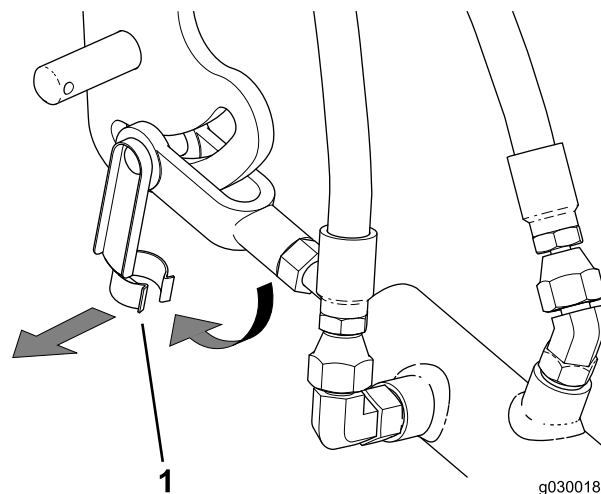

Figura 21
- Retire el pasador con muelle de retención que sujeta la horquilla a la palanca de tracción (Figura 21).